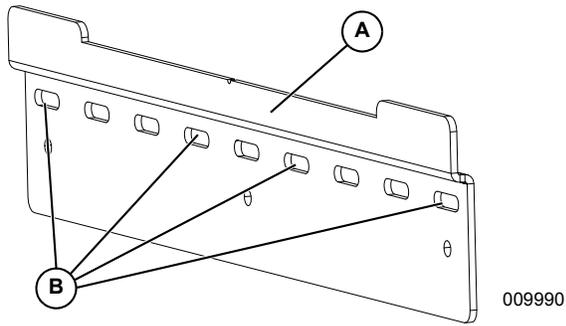

Figura 4-2. Instalación del soporte de montaje
3. Consulte la **Figura 4-2**. Fije el soporte (A) en la superficie de montaje. Los sujetadores se deben enganchar con, al menos, dos montantes u otros miembros estructurales.